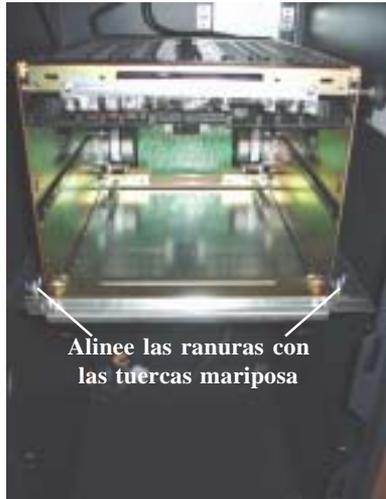

Figura 7. Conecte los cables de energía eléctrica y de datos.
- Refiérase a la Figura 7. Conecte el cable de datos al conector DB25 (PL6) en la parte posterior del mecanismo dispensador. Asegure el cable al dispensador apretando los 2 pernos de ajuste manual sobre el conector. Inserte la clavija de toma de corriente Molex dentro del conector marcado como PL2. Este enchufe está adaptado de manera que únicamente pueda ser insertado en una sola dirección.